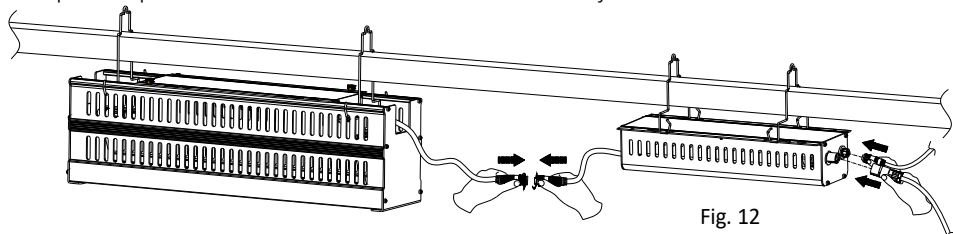
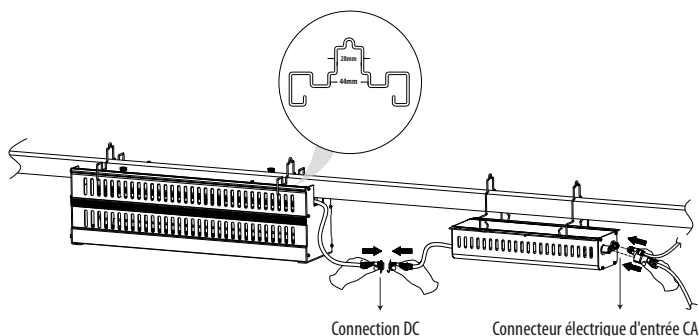

Fig. 12
Fig. 13
Montage avec la suspension pour luminaire A (pièce E) voir figure 12, ou avec la suspension pour luminaire B (pièce F) voir figure 13. La suspension B (pièce F) permet de faire passer la poutrelle à travers le corps de l'appareil de cette manière.
Comme le montre la figure 12, branchez les câbles DC de l'appareil d'éclairage aux connecteurs DC du driver. Visser le bouchon orange jusqu'à ce qu'il soit bien serré. Assurez-vous que chaque câble est branché sur son connecteur adjacent.
Étape 4. Brancher le luminaire au secteur, voir Fig. 13.